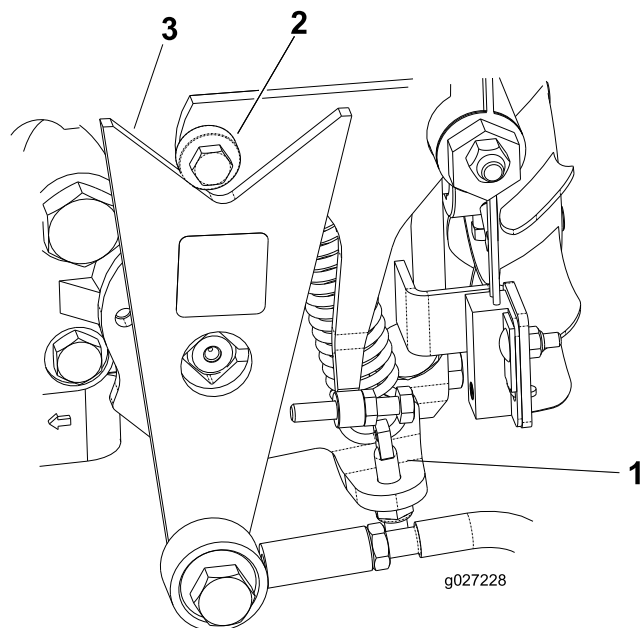

图48
- 如果车轮的旋转方向正确请关闭发动机并调节弹簧调节销锁紧螺母图48。调节驱动空档位置请参阅 将牵引驱动装置调至空档 (页码 25)。